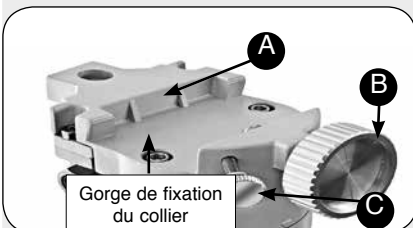

Fig. 7: fixation du collier (Monture EXOS 2)
7. Installez les colliers au sommet de la monture: séparez tube optique et colliers et faites glisser la semelle plate des colliers (11, Fig. 1a) au sommet de la monture, dans la gorge. Voir Fig. 7. La base arrondie de la semelle va dans la partie arrondie de la gorge de la monture. Serrez fermement les différentes vis de blocage.